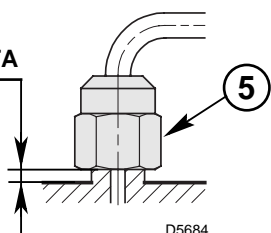

Fig. 13
- Al rimontaggio del gruppo portaugello avvitare il dado (5) come mostrato in fig. 13.